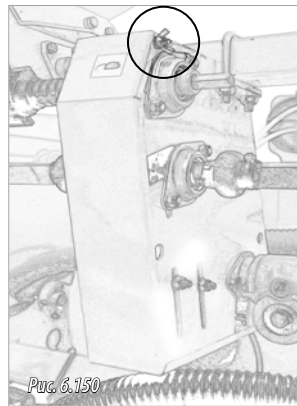

Рис. 6.150
- 1- Снять гайку-барашек и верхний болт с крышки коробки передач (рис. 6.150).
1- Снять гайку-барашек и верхний болт с крышки коробки передач (рис. 6.150).